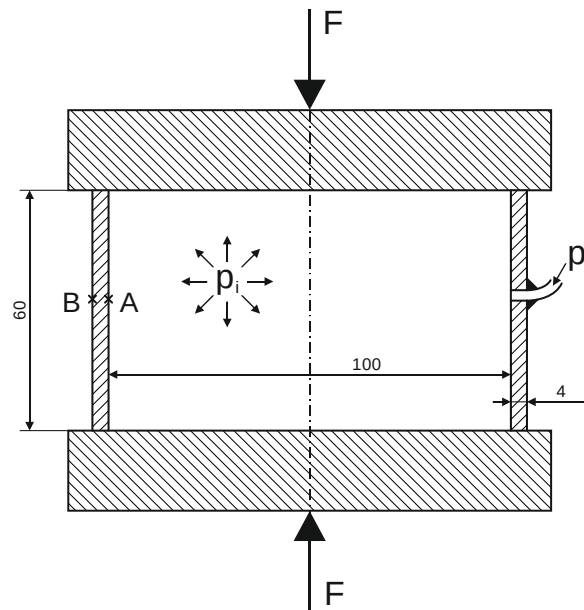

Abbildung 2.1: Rohrprüfstand
In einem Versuchsstand soll ein Rohrsegment aus dem austenitischen Stahl 1.4301 ($R_e = 650 \text{ MPa}$, $R_m = 750 \text{ MPa}$, $A = 45 \%$, $E = 190000 \text{ MPa}$ und $\mu = 0,3$) geprüft werden. Das Rohrsegment wird mit dem Innendruck p_i belastet. Um das Rohr dicht zu verschließen wird es zwischen zwei biegesteifen Platten eingespannt, **Abbildung 2.1**, und mit einer Kraft F hydraulisch belastet. Die Reibung zwischen Rohrsegment und den Platten kann vernachlässigt werden, die Maßangaben in der Abbildung sind in mm.
- d) Das Rohrsegment soll in einem Versuch mit einem Innendruck $p_i = 400 \text{ bar}$ und einer Deckelkraft von 400 kN belastet werden. Berechnen Sie am Punkt A (**Abbildung 2.1**) die Spannung σ_u in Umfangsrichtung, die Spannung σ_r in radialer Richtung und die Spannung σ_a axialer Richtung (Falls Sie Aufgabe 2c) nicht lösen konnten verwenden Sie die folgende Näherungsgleichung: $\sigma_u = \frac{pd_i}{10 \text{ mm}}$).